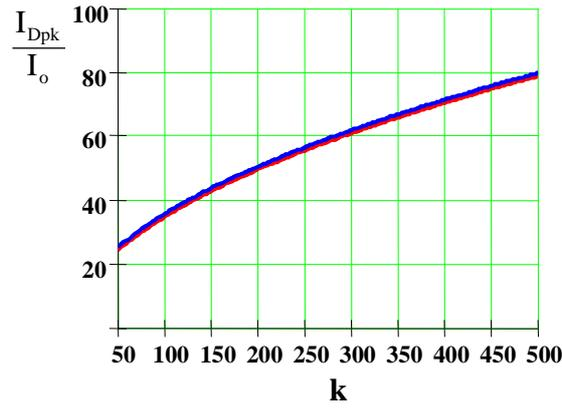

Figura 4
La corrente di picco nel diodo di raddrizzamento si ricava dalla (3) ed il suo valore normalizzato ad I_0 è riportato in figura 4 (curva rossa) assieme ad un valore approssimato (curva blu). Come si può vedere, lo stress di corrente sul diodo risulta tanto più elevato quanto minore è l'ondulazione residua ai capi del condensatore di filtro. In pratica, la corrente di picco del diodo risulta minore di quanto ricavato per via teorica per effetto della inevitabile impedenza di uscita (generalmente induttiva) del generatore di tensione di rete.